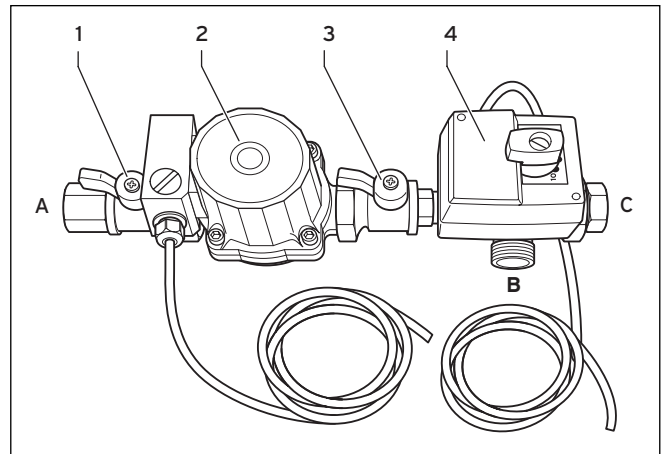

Abb. 5.3 Rücklauftemperaturenanhebung
- Schließen Sie die Rücklauftemperaturenanhebung (Abb. 5.3) an den Kesselrücklaufanschluss (C) an.
- Schließen Sie die Rücklauftemperaturenanhebung am Rücklaufanschluss der Rückseite des Pellet-Heizkessels (A) an. Dabei muss der Pfeil auf der Unterseite der Rücklaufpumpe (2) zum Pellet-Heizkessel zeigen.
- Verbinden Sie den 3-Wege-Mischer der Rücklauftemperaturenanhebung über den Bypass (B) mit dem Kesselvorlauf.
- Stellen Sie die Elektroverbindungen für die Rücklaufpumpe (2) und den 3-Wege-Mischer (3) her.